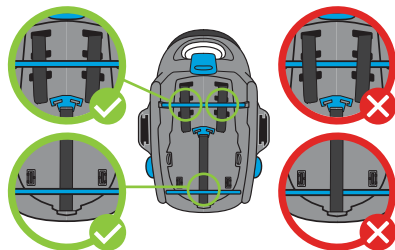

Figure 7
- Placez les sangles du harnais d'épaule et la sangle de réglage du harnais entre les barres de fixation de la base et le dessous du porte-bébé, comme indiqué à la **Figure 7**.